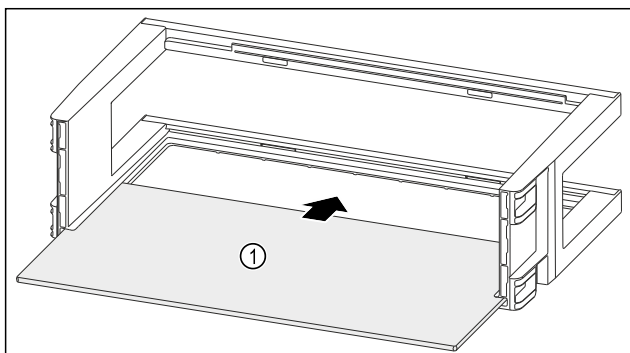

Fig. 93
- ▶ Abstellfläche Fig. 93 (1) in die seitlichen Einsparungen einschieben.